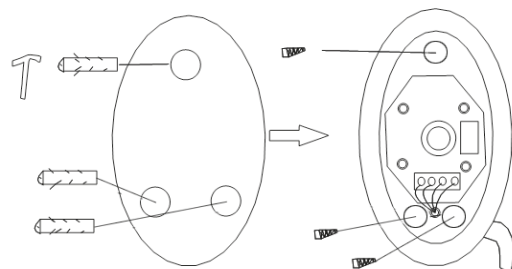

Abbildung 8
- Befestigen Sie zunächst den Infrarotsensor „Empfänger“ mit Schrauben senkrecht an der Wand. Der Verbindungsknoten sollte darunterliegen (s. Abb. 8).